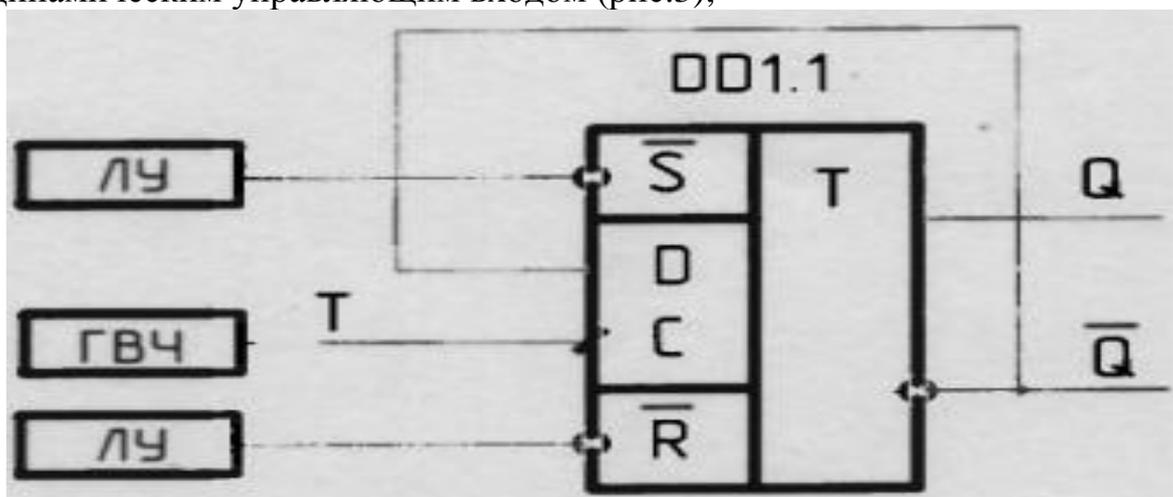

Рис. 3. Исследование Т-триггера, построенного на базе D-триггера с динамическим управляющим входом К155ТМ2
3. Исследуется Т-триггер, построенный на базе D-триггера с динамическим управляющим входом (рис.3);
- при исследовании Т-триггеров сравните частоты входного и выходных сигналов (рис.3и 4, б);